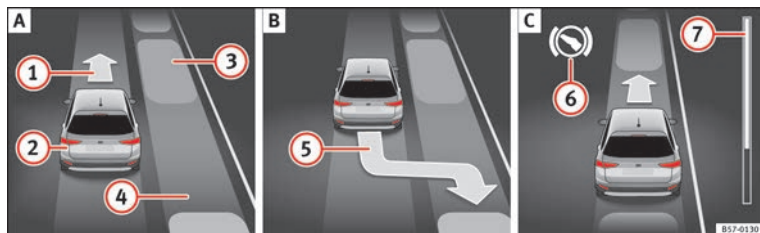
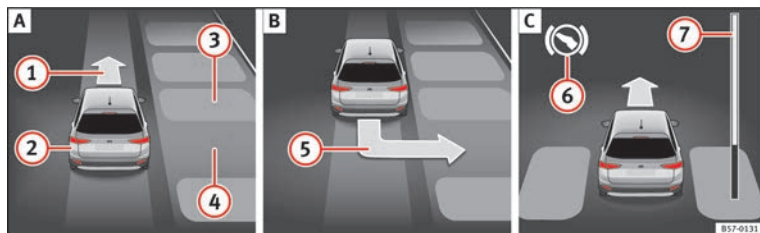

Fig. 203 No ecrã do painel de instrumentos: estacionar em linha. [A] Procurar um lugar de estacionamento. [B] Posição para estacionar. [C] Manobras.
Fig. 204 No ecrã do painel de instrumentos: estacionar em espinha. [A] Procurar um lugar de estacionamento. [B] Posição para estacionar. [C] Manobras.
Legenda da **Fig. 203** e **Fig. 204**:
A barra de progresso » **Fig. 203** ⑦ e » **Fig. 204** ⑦ mostra simbolicamente no ecrã do painel de instrumentos a distância relativa que ainda fica por percorrer. Quanto maior for a distância, mais cheia está a barra de progresso. Ao circular em marcha à frente, o conteúdo da barra de progresso diminui
2.	Observe na visualização do ecrã do painel de instrumentos se se detetou o lugar como «apropriado» e se atingiu a posição correta para estacionar » Fig. 203 [B] ou » Fig. 204 [B]. O lugar terá sido considerado «apropriado» se no ecrã do painel de instrumentos aparecer a indicação de estacionar (5).
6.	Recue até que soe o sinal contínuo do ParkPilot. OU: recue até que no ecrã do painel de instrumentos apareça a indicação de marcha à frente » Fig. 203 [A] (1) ou » Fig. 204 [A] (1). OU: recue até que no ecrã do painel de instrumentos apareça a mensagem Park Assist finalizado . A barra de progresso (7) indica a distância que é necessário percorrer » Página 253.
7.	Carregue no pedal do travão até que o sistema de estacionamento assistido termine de realizar os giros do volante OU: até que o símbolo (S) se apague no ecrã do painel de instrumentos.
9.	Siga em frente até que soe o sinal contínuo do ParkPilot. OU: siga em frente até que no ecrã do painel de instrumentos apareça a indicação de fazer marcha-atrás. O sistema de estacionamento assistido manobra o veículo em frente e em marcha-atrás até centrá-lo no lugar » Fig. 203 [C] ou » Fig. 204 [C].